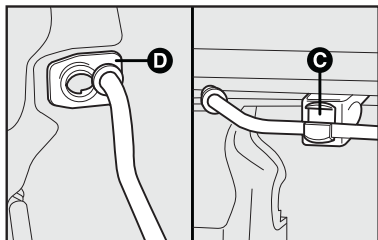

fig. 82
- liberar a haste de sustentação do suporte **C-fig. 82** e introduzi-la na sede **D** existente no capô do motor.
1) Manter o capô levantado e retirar a haste **fig. 82** da sede **D** e recolocá-la em sua sede de travamento **C**.